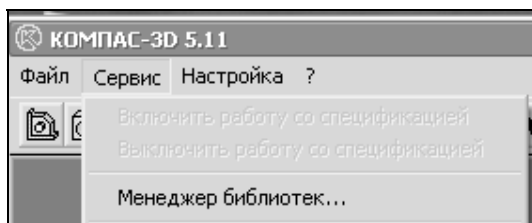

Рис. 2.3. Выпадающее меню пункта **Сервис**
- далее переместите курсор на пункт **Сервис** (рис. 2.3). В раскрывшемся меню представлена активная команда **Менеджер библиотек**. В режиме Чертеж этот пункт содержит команды по включению режима работы со спецификацией (см. главу 19);